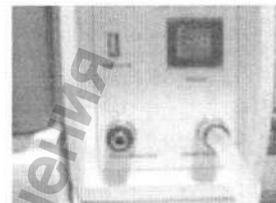

Рис. 21
Индикатор переполнения емкости для отработанной воды. При включении этого индикатора необходимо слить отработанную воду из емкости через дренажную трубку, присоединенную отверстию «user-water out». (см. рис. 21)
При переполнении емкости для отработанной воды стерилизаторы серии KD-12-A / 8-A отобразят на светодиодном дисплее «Out» стерилизаторы серии KD-23-A / 18-A на ЖК-мониторе отобразят «waster water over». Откройте крышку в правом нижнем углу стерилизатора, присоедините дренажную трубку к отверстию «user water out» для слива отработанной воды. (См. рис. 21). Сливать воду можно так же и
- (1) Для продления срока службы стерилизатора обязательно используйте дистиллированную воду.
- (2) Не используйте стерилизатор как емкость для воды.
- (3) Своевременно сливайте использованную воду из емкости для отработанной воды. (рис. 21)